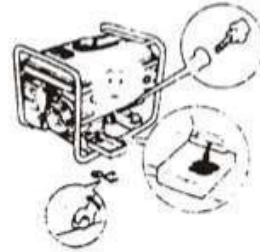

Рис. 51
9.4 Відкрутіть ковпачок масляного фільтра та пробку злива масла та злийте моторне масло з картера двигуна (Рис. 51).